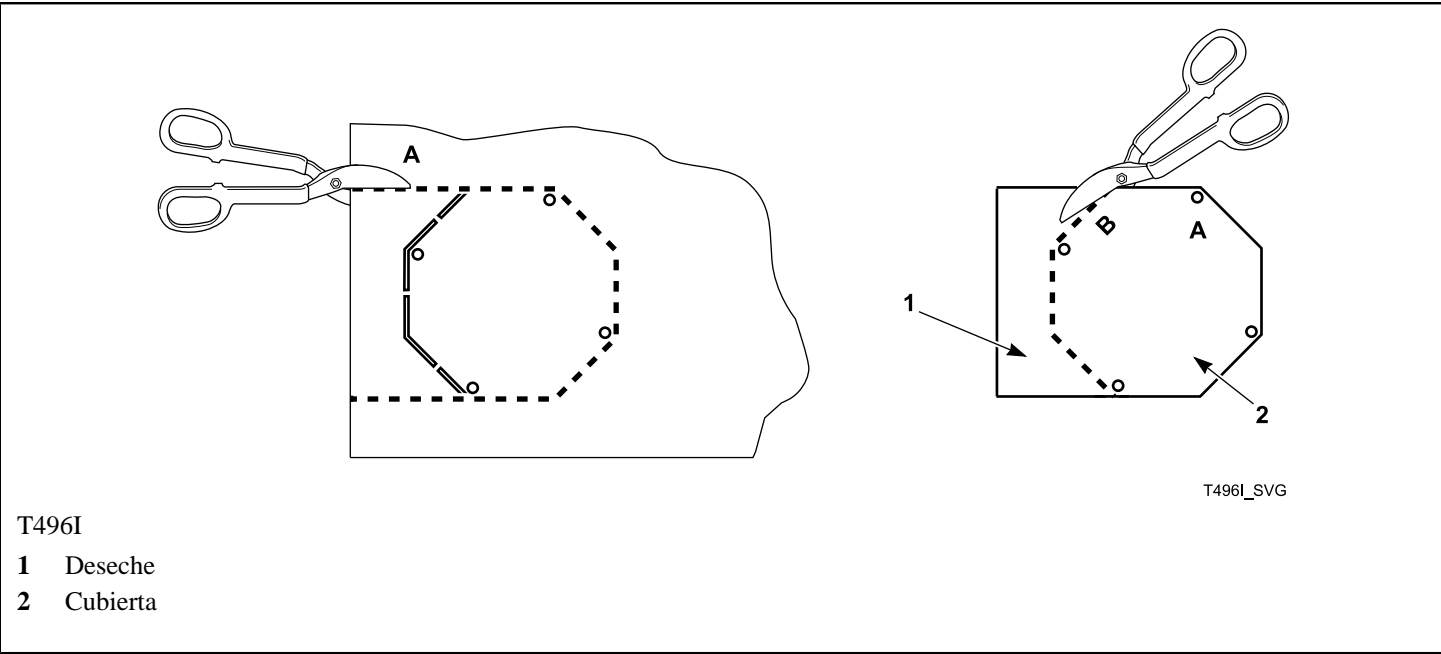

Figura 11
3. Recorte la forma de la cubierta del protector de la correa. Consulte la *Figura 11*.